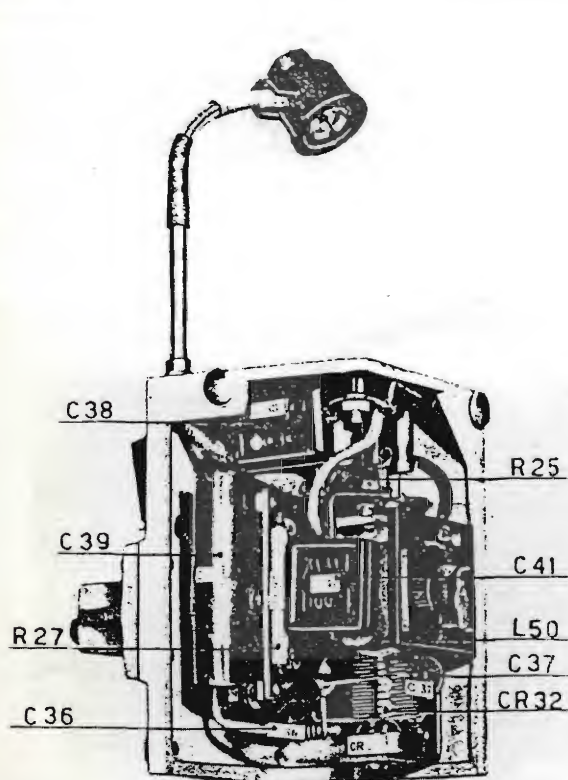

figura 7 - Blocco oscillatore di nota aperto e chiuso
agendo sui compensatori per le frequenze più elevate (2) di ogni gamma e sulle bobine di induttanza per le frequenze più basse (figura 7).